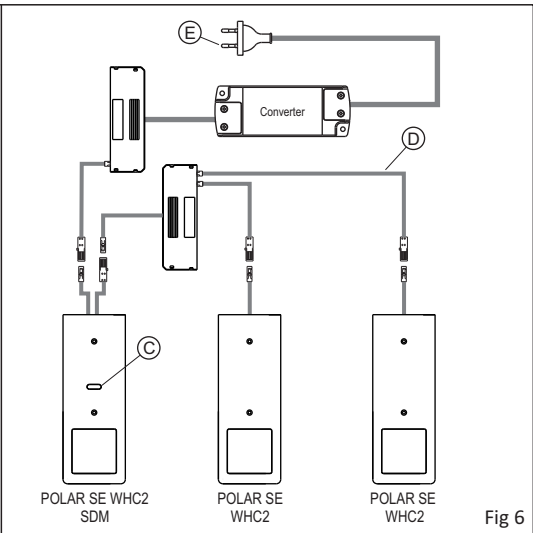

Fig 6
- **WHC2:** (fig.6) (TOUCH SENSOR change colour master)
- Connect the feeder plug (E) to an AC outlet 230V 50/60Hz.
- **WHC2:** (Abb.6) (TOUCH SENSOR farbe ändern Master)
- den Stecker (E) des Konverters an einer Wechselstrom-Steckdose anschließen 230V 50/60Hz.
- **WHC2:** (fig.6) (touch-led dimmer changer de couleur master)
- Raccorder la fiche (E) du câble d'alimentation du transformateur à une prise de courant alternatif 230V 50/60Hz.